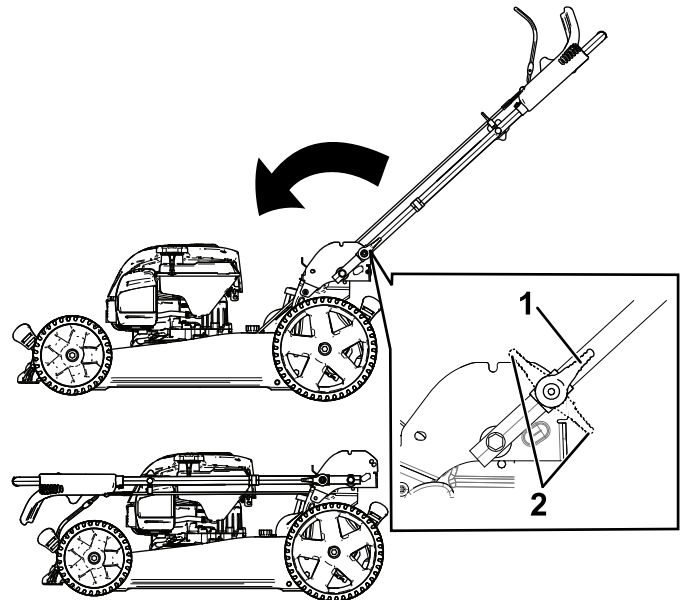

Figura 22
3. Disinnestate i fermi delle stegole (Figura 22).
4. Piegare la maniglia completamente in avanti (Figura 22).